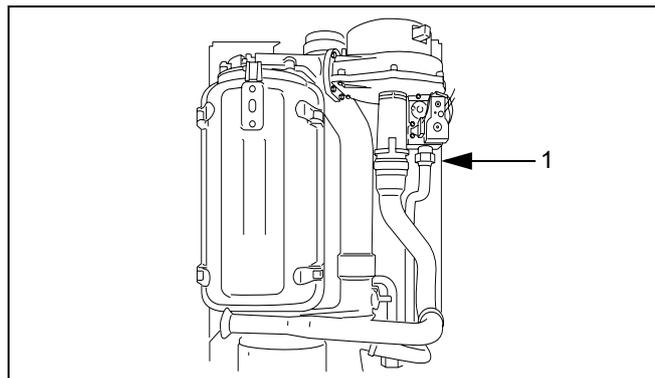

Fig. 47 Smontare il giunto del gas
- Smontare il giunto del gas tra la tubazione del gas e l'unità di miscelazione aria/gas (fig. 47, pos. 1).